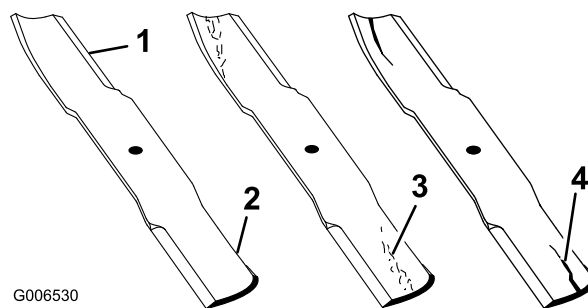

Figura 79
1. Controllate i taglienti (Figura 79).
2. Controllate le lame, in particolare l'area curva (Figura 79).
In caso di danni, usura o scanalature in questa zona (Figura 79), montate immediatamente una nuova lama.